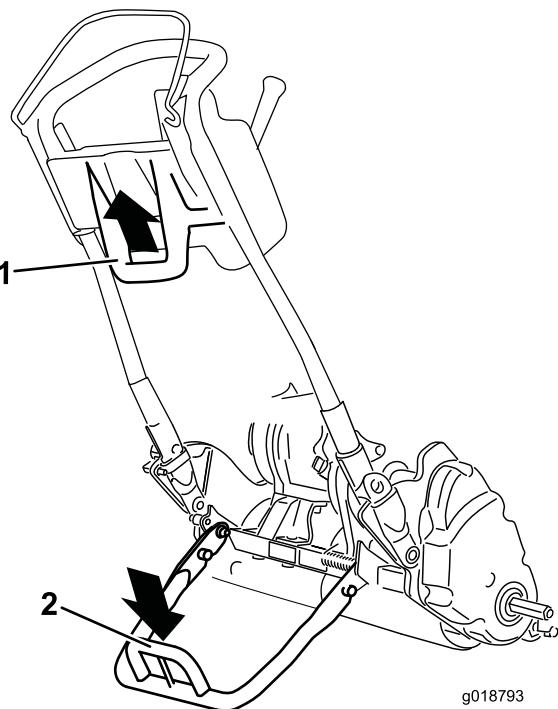

Figura 27
- Para utilizar o apoio para instalar as rodas de transporte, baixe-o para o solo e pise no aro do apoio enquanto puxa para cima e para trás na pega central inferior da máquina (Figura 27).